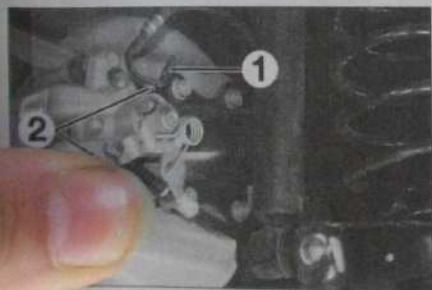

Fig. 12
- Désaccoupler le flexible de frein (1) de l'étrier (Fig.12).